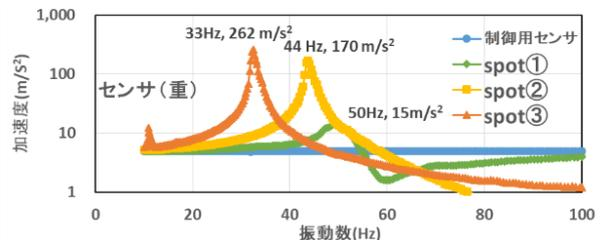

図3 Fe板に対する共振点検出の測定結果
次に、Fe板に加速度センサ (重) を用いて測定したときの振動数に対するセンサの加速度の測定結果を図3に示します。加速度は、共振振動数を頂点とする山を描き、その頂点の最大加速度はspot③において262m/s²を示し、激しい揺れが確認されました。